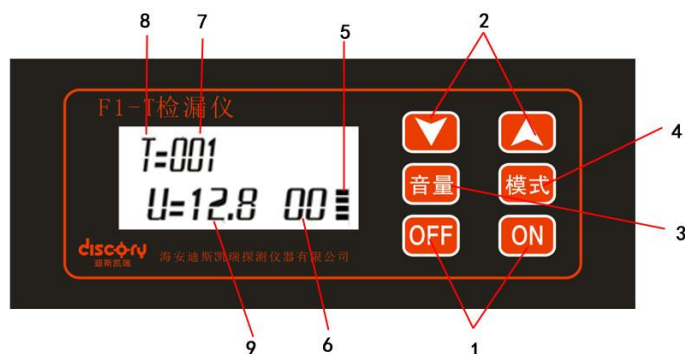

图 3 检测仪面板示意图
3、检漏仪：检测仪和检漏线配合使用，用于检测防腐层破损点及破损点大小分级。其功能示意如图 3 所示。